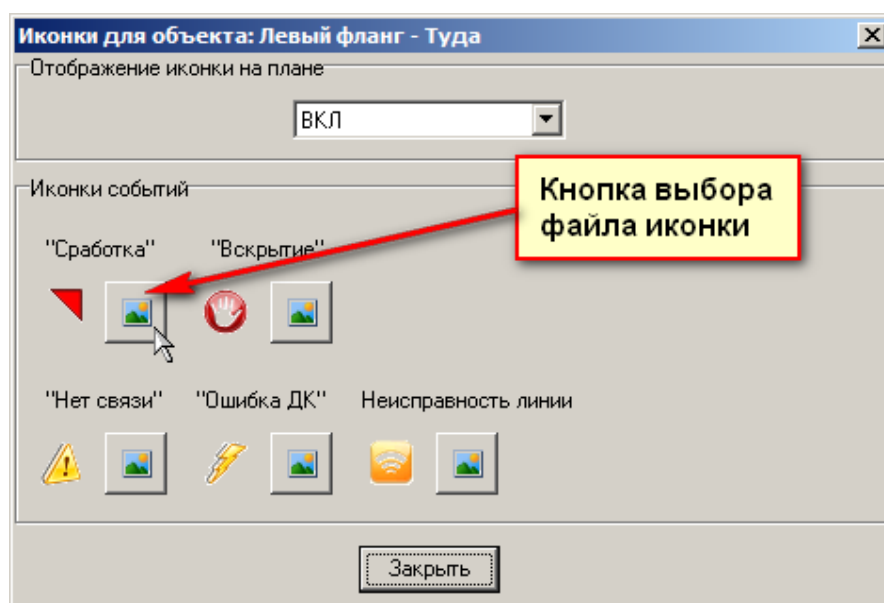

Рисунок 37.
- В окне «Иконки для объекта...», изменить иконку для события «Сработка». Для этого нажать кнопку выбора файла иконки (см. рисунок 37).